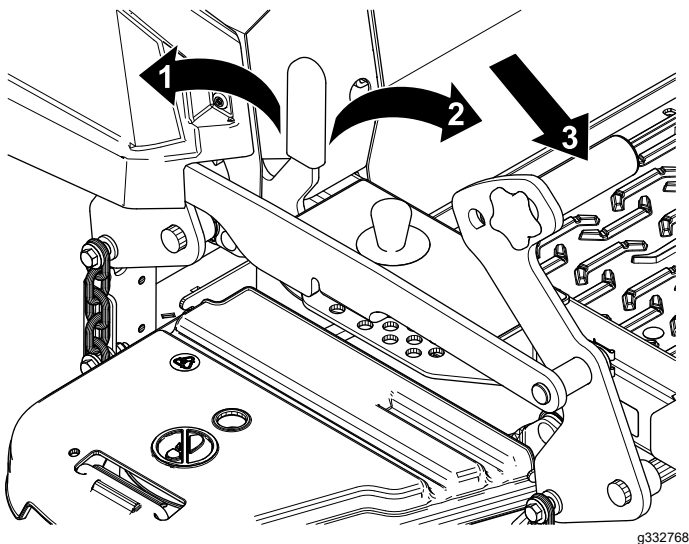

Figure 32
1. Poussez la pédale de levage du tablier complètement en avant pour bloquer le tablier en position TRANSPORT (Figure 32).
2. Poussez la pédale de levage du tablier complètement en avant et tirez le verrou de transport en avant à la position de DÉVERROUILLAGE, puis abaissez lentement le tablier de coupe (Figure 32).